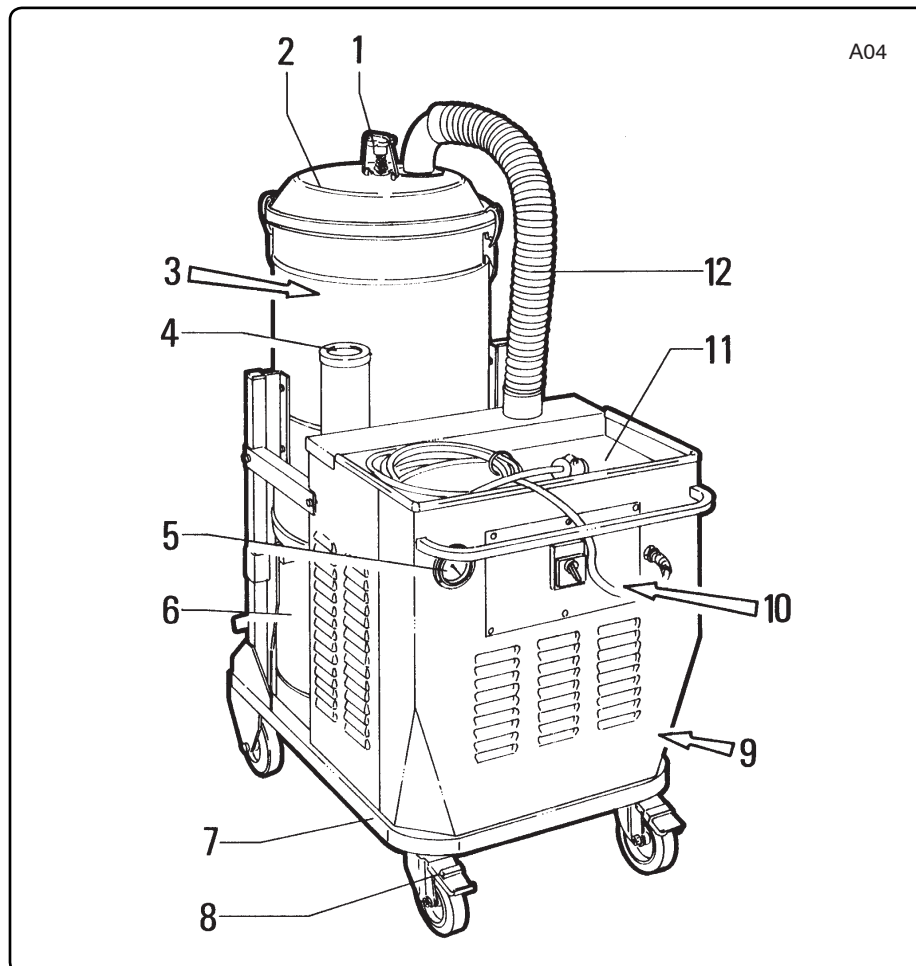

Fig. 1.2.1
(fig. 1.2.1)**
1.2 - Main parts (fig. 1.2.1)
1.2 - Partes principales (fig. 1.2.1)
1.2 - Hoofddelen (Afb. 1.2.1)
Om de in dit handboek gebruikte begrippen duidelijker te maken worden de hoofddelen in de tekening (Afb. 1.2.1) aangegeven.